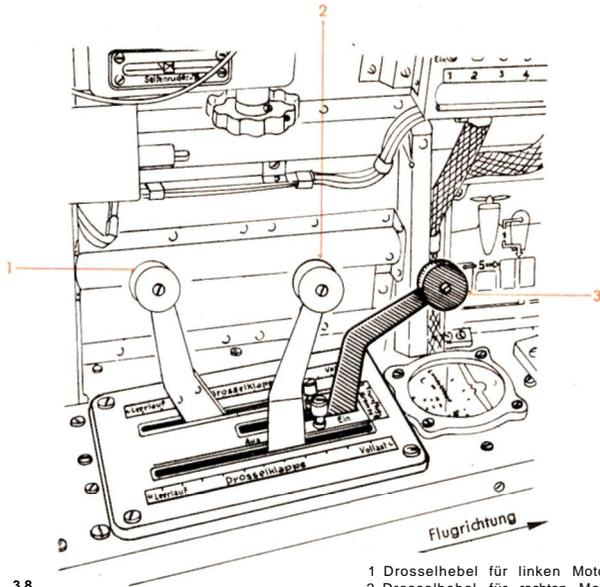

Abb. 38
Die Bedienung der Sturzflugbremse erfolgt mit dem Schalthebel (3) (Abb. 38), der zwischen den beiden Drosselhebeln (1 und 2) im Bedientisch angeordnet ist. Durch den Schalthebel (3) wird über ein DuZ-Gestänge und Stoßstange der Dreiknopfschalter (3) (Abb. 35) betätigt, von dem aus das Drucköl über Mengenverteiler (2) und Abschaltregler in die Einziehstreben der Sturzflugbremse sowie in die Einziehstreben der Sicherheitssteuerung und der Höhenruder-Trimmklappen (Abfangvorrichtung) gesteuert wird.